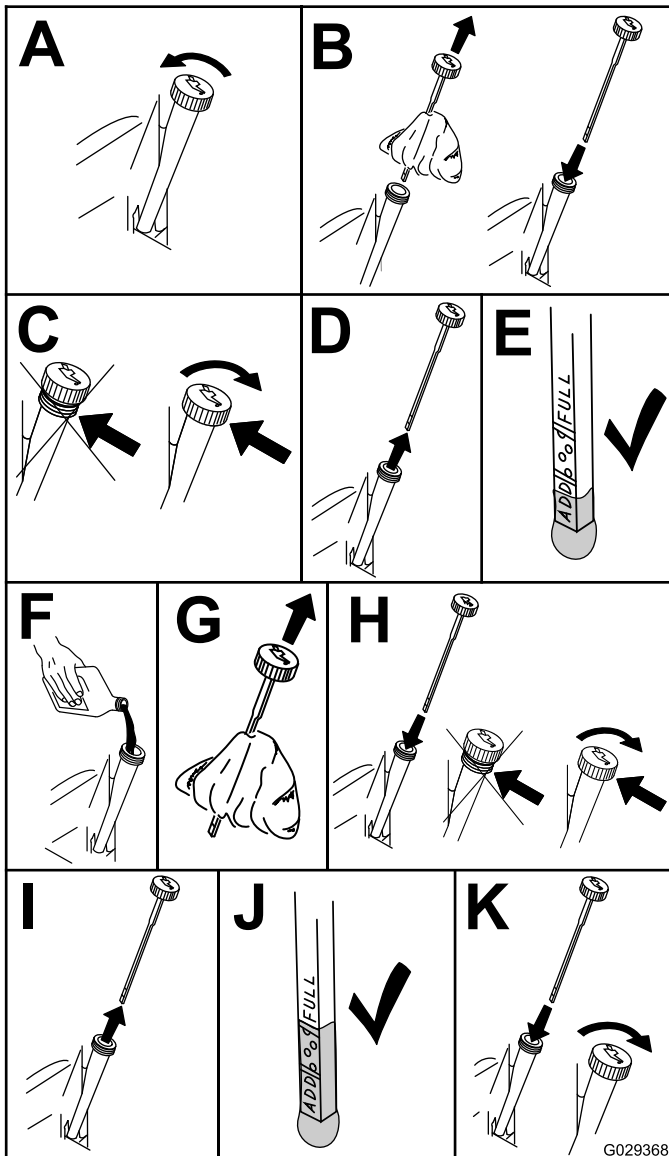

Figure 34
4. Contrôlez le niveau d'huile moteur (Figure 34).